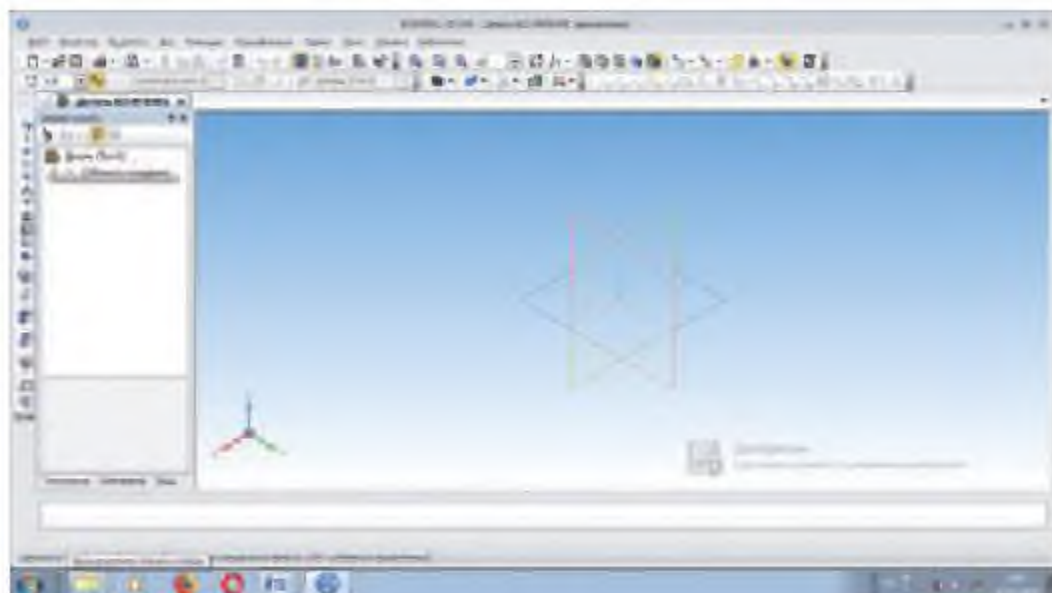

Рис. 17.1
1. Создаем новый документ на панели меню **Создать**. Для этого выбираем тип документа **Деталь**, нажимаем клавишу *Enter*, подтвердив выбор. На экране появятся оси изометрии (рис. 17.1).